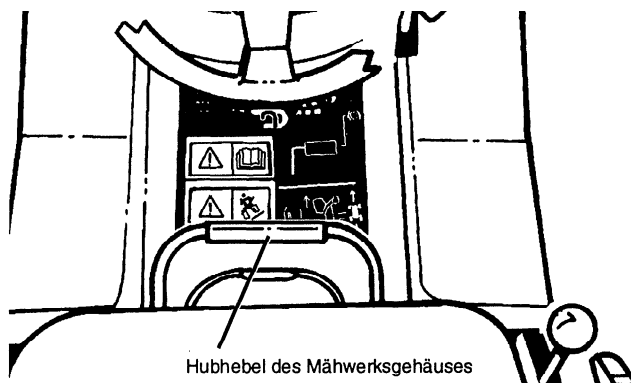

ABBILDUNG 48
- Mähwerk-Hubhebel auf die höchste Position anheben, indem Sie die Hubhebel-Sperre drücken und Hebel hochziehen (siehe Abbildung 48).